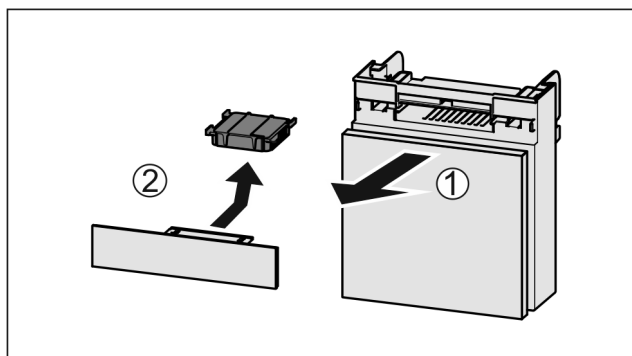

Fig. 93
- Extraire le compartiment par l'avant Fig. 93 (1).
- Sortir le filtre à charbon actif Fig. 93 (2).